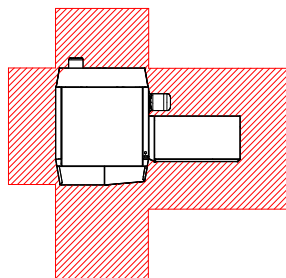

Fig. 1
1. Posizionare la caldaia secondo le distanze minime dalla parete previste nel vano combustione in modo che risulti disponibile sufficiente superficie di manutenzione intorno la caldaia, vedi fig. 1. Orientare la caldaia con i piedini a vite leggermente in salita verso dietro in modo che l'aria presente nello scambiatore di calore possa fuoriuscire senza problemi durante il riempimento dell'impianto.